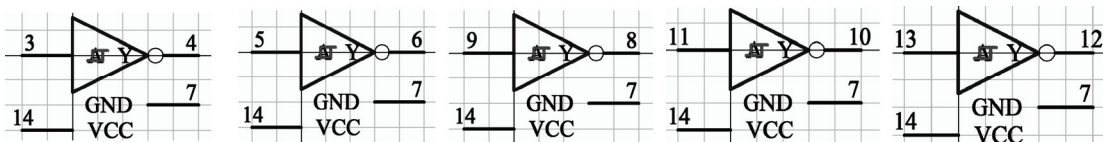

图 3-81 其他 5 个反相器
9) 如果该元器件是复合封装的，则可以选择“Tools”→“New Part”命令，即可向该元器件中添加绘制封装的其他子部分，过程与上面一致，不过电源通常是共用的。如图 3-81 所示为其他 5 个反相器的图形。